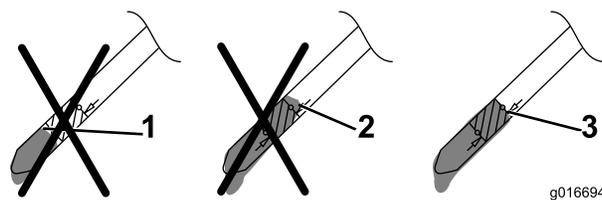

Рисунок 32
12. Определите уровень масла по отметкам на щупе (Рисунок 32).
- Если уровень масла слишком низкий, **медленно** залейте небольшое количество масла в маслозаливную горловину, подождите 3 минуты и повторите действия, указанные в пунктах 10 – 12, чтобы масло достигло требуемого уровня, как показано на Рисунок 32.